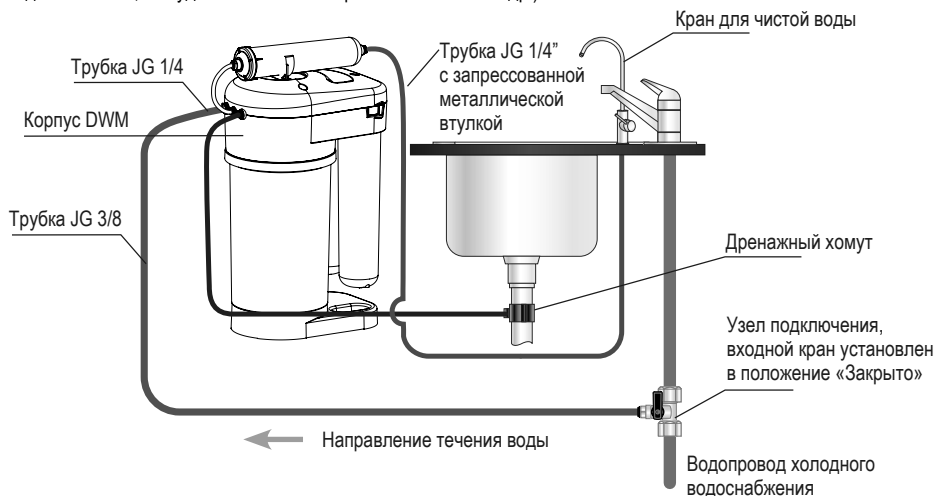
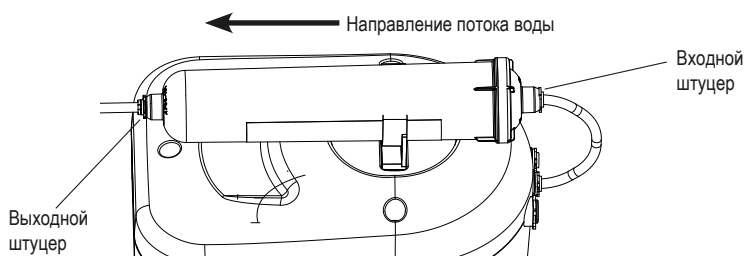

Рис. 2
Рис. 11
3	Соединительные трубки (рис. 2)
Определите удобные места расположения крана для чистой воды и DWM. При этом обратите внимание на то, чтобы подводящие трубы проходили свободно, без изломов и перегибов (рис. 2).
- Соедините трубкой JG 1/4" синего цвета (d 6,35 мм, L=0,17 м) входной штуцер (рис. 11) с корпусом DWM в соответствии со схемой (рис. 2).
**Шаг 1** Подсоедините подводящие трубки, следуя рисункам ниже. Схема подключения трубок показана на рис. 2.
### Для замены модуля КЗ (рис. 11):
- Отсоедините трубку JG от выходного штуцера (рис. 11). Для этого выньте из-под пластиковой втулки стопорную клипсу, нажмите на торец пластиковой втулки, вытяните трубку.
- Отсоедините трубку JG от входного штуцера (рис.11). Для этого выньте из-под пластиковой втулки стопорную клипсу, нажмите на торец пластиковой втулки, вытяните трубку.